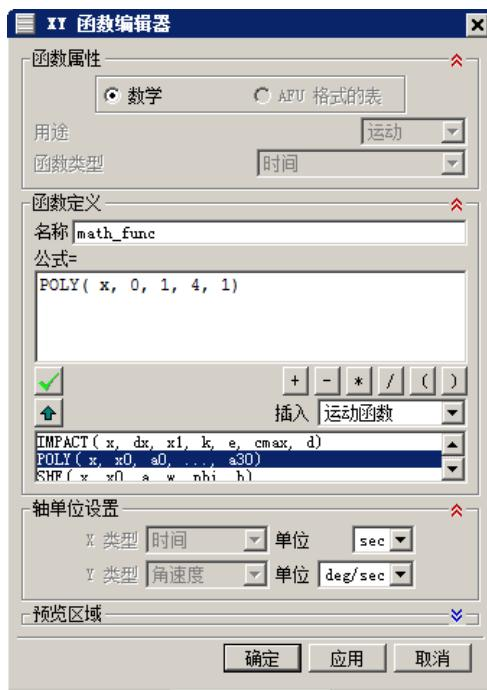

图 7.3.13 定义多项式函数
(2) 定义函数驱动。
- ① 单击“运动副”对话框中的驱动选项卡；在驱动区域的旋转下拉列表中选择函数选项。
- ② 在函数数据类型下拉列表中选择速度选项；单击函数后的按钮，选择f(x)函数管理器...选项，系统弹出“XY 函数管理器”对话框。
- ③ 单击“XY 函数管理器”对话框中的新建按钮，系统弹出“XY 函数编辑器”对话框。
- ④ 在“XY 函数编辑器”对话框的插入下拉列表中选择运动函数选项；在函数列表区域双击多项式函数 `POLY( x, x0, a0, ..., a30 )`，在公式=区域下的文本框中修改函数表达式为“`POLY( x, 0, 1, 4, 1 )`”，如图 7.3.13 所示。